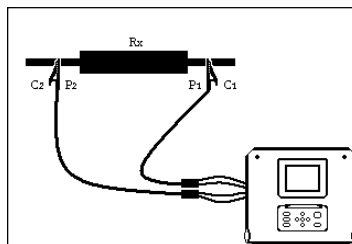

Figura 5.3: Medición de resistencia
- ☐ Conecte el objeto a prueba al dispositivo (ver figura 5.3).